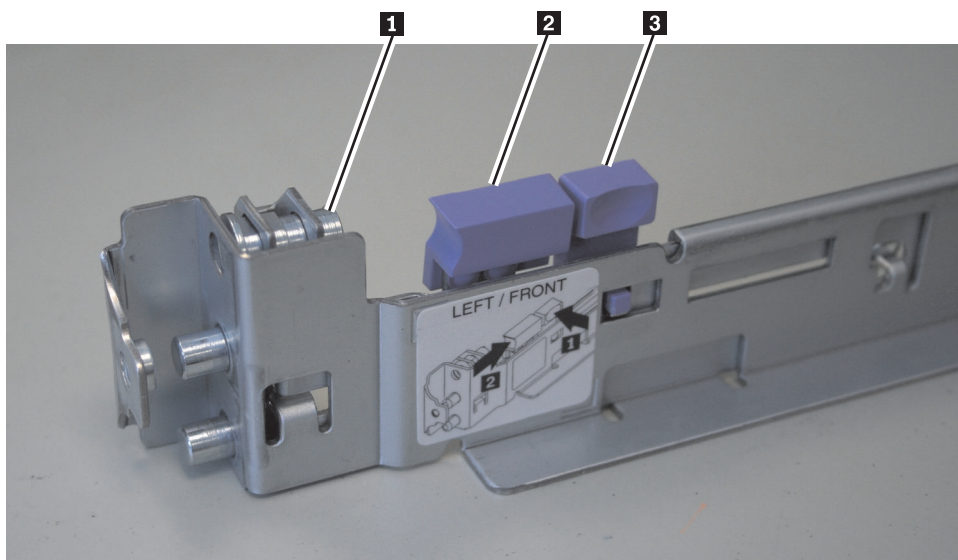

図 33. SAN ボリューム・コントローラー 2145-8A4 用のサポート・レール前面の閉じたレール・ロック・キャリア
- a. 左側のレールから始めます。図 33 に示すように、前部レール・ロック・キャリア **1** が閉じている場合は、小さい方のタブ **3** をレールから離れる方向に押します。